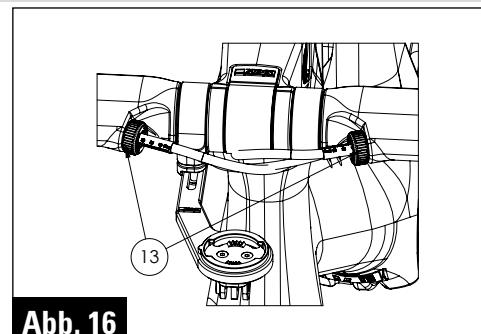

Abb. 16
3 / Die Bremsaußenhülle einsetzen in die Bremsen-Spannvorrichtung ⑬ (Abb.16) (vgl. Anleitung des Lenkers ADH 2).